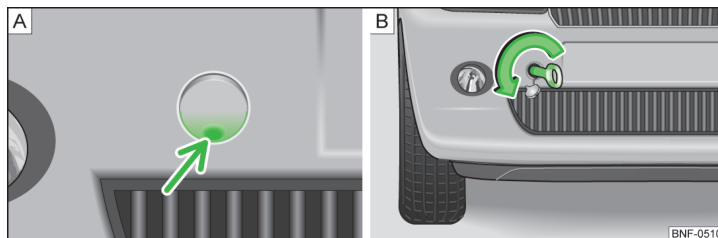

Fig. 119 Afmontering af afdækning / Montering af slæbeøje
- Tryk på afdækningen i området ved pilen » Fig. 119 – [A].
- Skru slæbeøjet helt i pilens retning med hånden » Fig. 119 – [B].